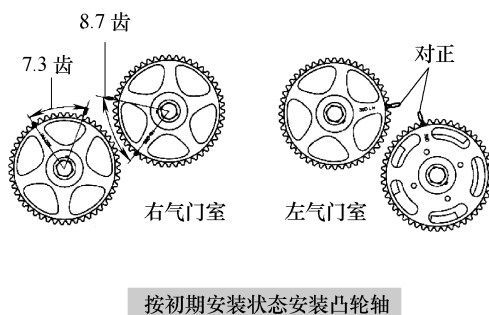

图 8-69 对准凸轮轴链轮正时标记
6) 对准每个正时齿轮的正时带标记, 并按下述顺序安装正时带, 如图 8-69 所示。